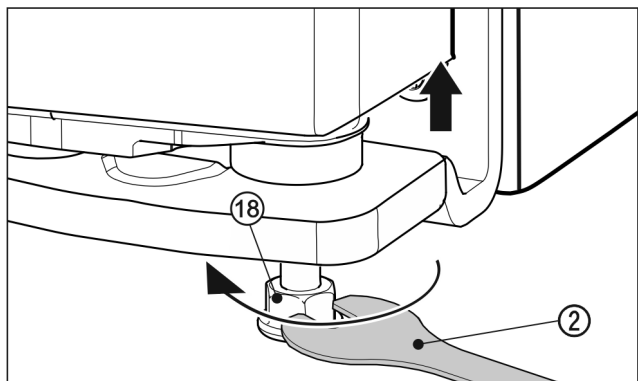

Fig. 25
- ▶ K nadzdvihnutí dvířek vyšroubujte seřizovací nožku Fig. 25 (18) přiloženým rozvidleným klíčem Fig. 25 (2) směrem doprava, až se dotkne země. Poté otáčejte dál, až budou dvířka ve správné výšce. V dodaném stavu je ložiskový čep zcela zašroubovaný.